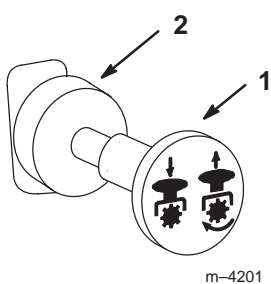

Figure 12
3. Placez la commande de prise de force (PDF) en position *désengagée* (Fig. 12).